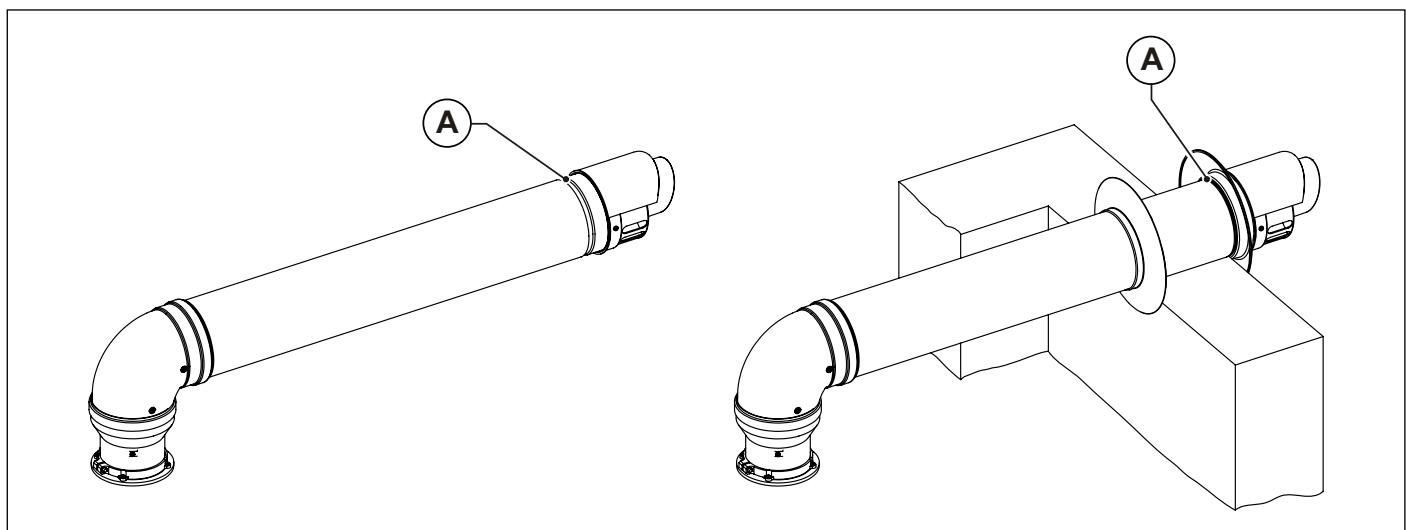

Fig. 18 Instalarea terminalelor pe perete
Terminalele de aspirare a aerului și evacuare a gazelor arse, duble și coaxiale, sunt dotate la capăt cu un gât (A) pentru fixarea rozetei externe (vezi Fig. 18 Instalarea terminalelor pe perete).